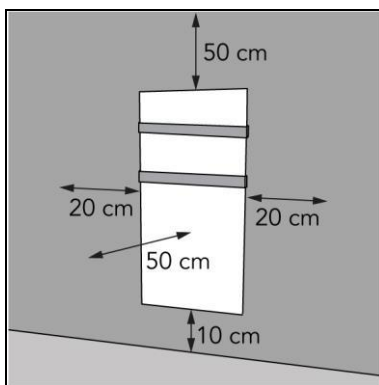

Figura 8
2. Montați dispozitivul la o distanță minimă de (Figura 8):